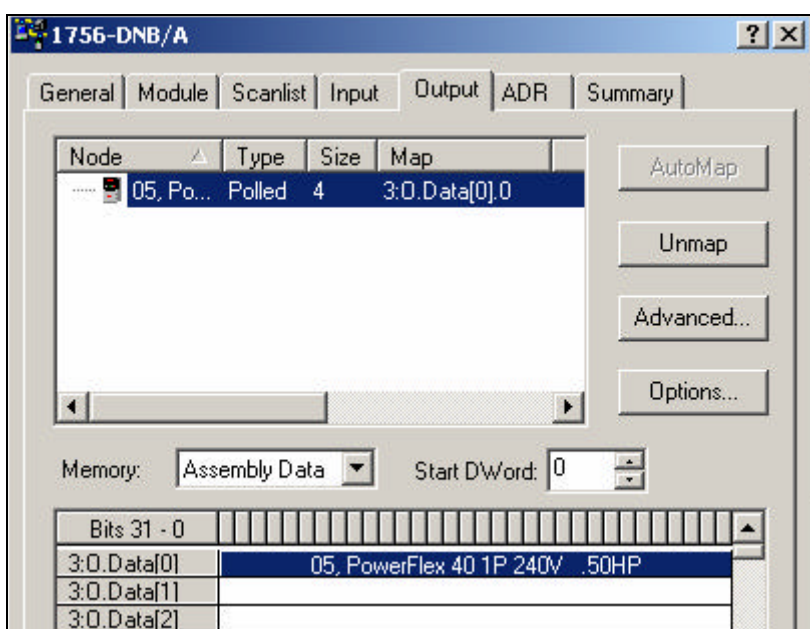

图 3-43 映射 I/O 地址
27. 继续选择 Output (输出字) 选项卡, 自动映射 I/O 地址, 然后选择 Apply 接受更新。修改后的地址如图 3-43: